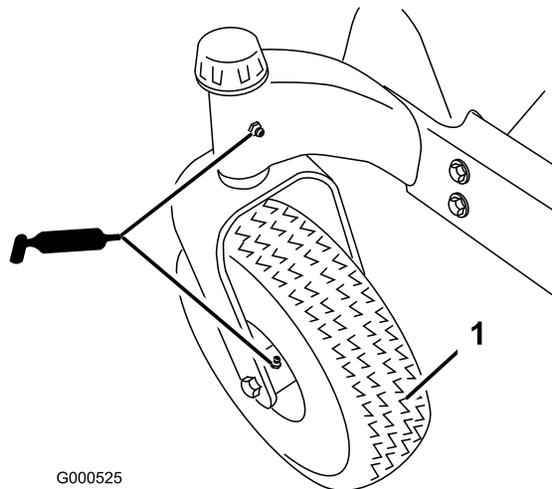
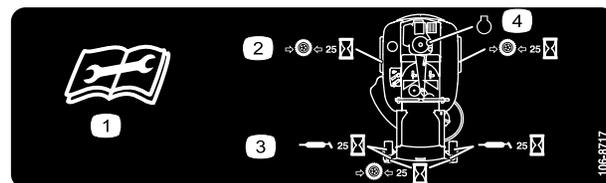

Figura 28
Figura 29
Ingrassate i perni delle ruote orientabili anteriori e le ruote (Figura 28).
- Pulite i raccordi d'ingrassaggio (Figura 28 e Figura 29) con un cencio, e togliete eventuali tracce di vernice davanti ai raccordi.
- Collegate un ingrassatore a pressione a ciascun ingrassatore (Figura 28 e Figura 29). Pompate del grasso nel raccordo finché non inizia a fuoriuscire dai cuscinetti.